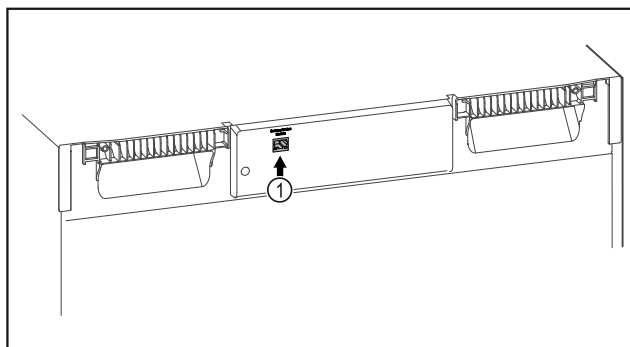

Fig. 102
- SmartModule Fig. 102 (1) is geplaatst.